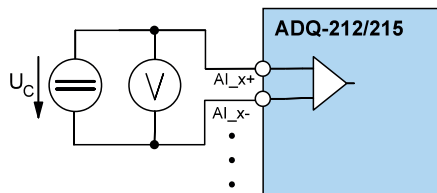

Abb. 2: Kalibrierbeschriftung
3. Legen Sie nacheinander an jeden Eingangskanal eine konstante Spannung an, die Sie mit einem hochgenauen Spannungsmessgerät (z. B. Multimeter) überprüft werden sollte. Beachten Sie, dass der Spannungsmesser eine höhere Genauigkeit besitzen muß als die Genauigkeit Ihrer Karte. Siehe auch Abb. 2.